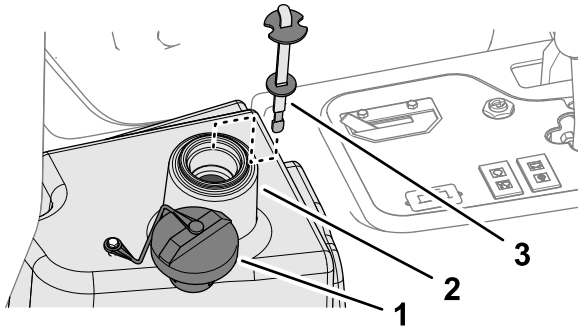

Figura 87
4. Encha o reservatório (Figura 87) com aproximadamente 22,7 L (6 galões americanos)